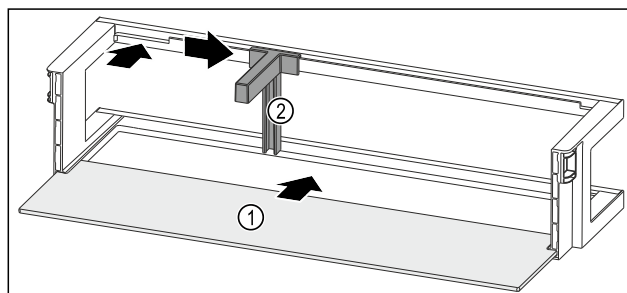

Fig. 150 Дверная полка со съемной полкой
- ▶ Вдвиньте съемную полку Fig. 150 (1) в боковые пазы.
- ▶ Установите держатель для бутылок Fig. 150 (2) в выемку.
- ▶ Сместите держатель для бутылок Fig. 150 (2) в нужное положение в сторону.